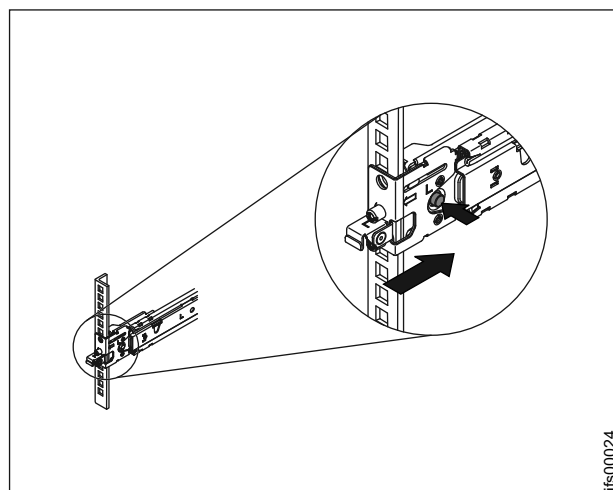

図 30. スライド・レールの前部端を取り付けます。
7. 青色のボタンを押してブラケットを解放します。 前面ラッチを十分に押し込みます。ラッチが完全にかみ合っていることを確認します。図 30を参照してください。